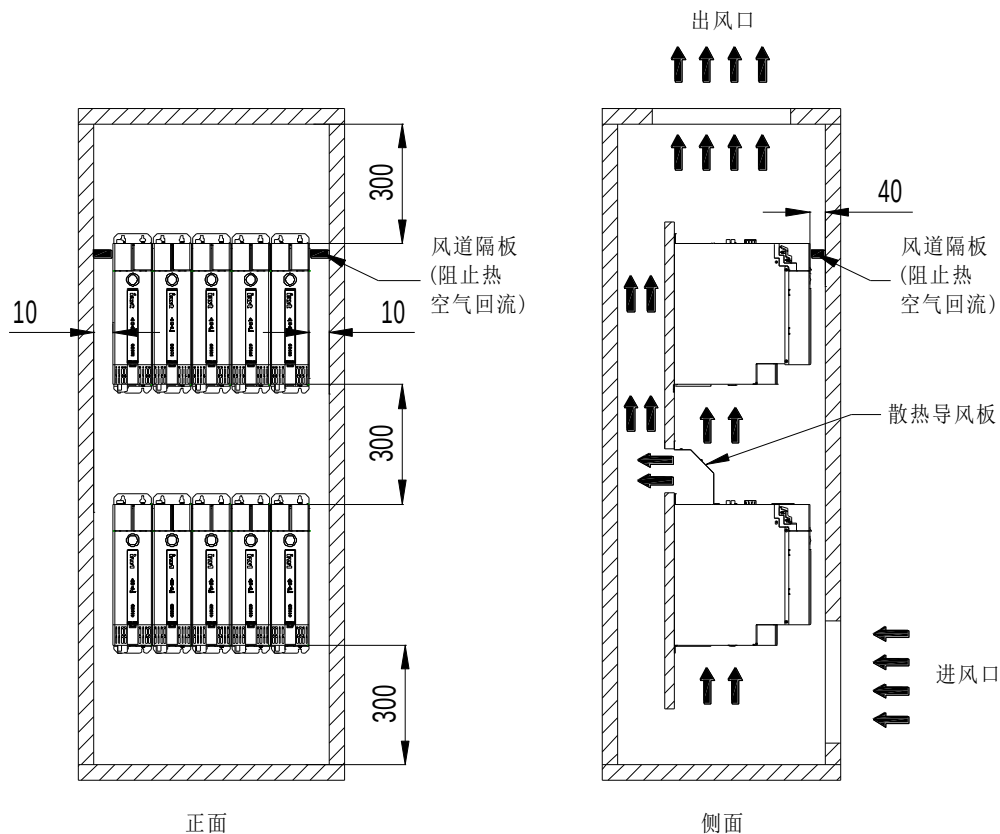

图 4-3 多台单元并排安装空间（上述尺寸为最小极限尺寸，单位：mm）
- 2、需上下安装の場合，单元周围需预留相应散热空间，以确保散热良好，请参考图 4-3。
- 在需上下安装の場合, 需安装散热导风板, 请参考图 4-3。
- 对被动排风(出风口不安装系统排风扇)的情况下, 必须安装风道隔板, 阻止热空气回流, 请参考图 4-3。